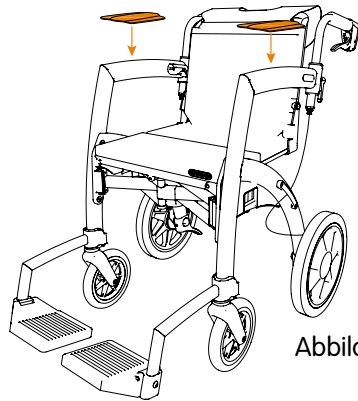

Abbildung 27
- d. Die Armpolsterung befindet sich in der Rollstuhltasche. Mit Hilfe des Klettverschlusses können Sie diese so am Rahmen befestigen, dass Ihre Arme bequem darauf ruhen können (Abb. 27).